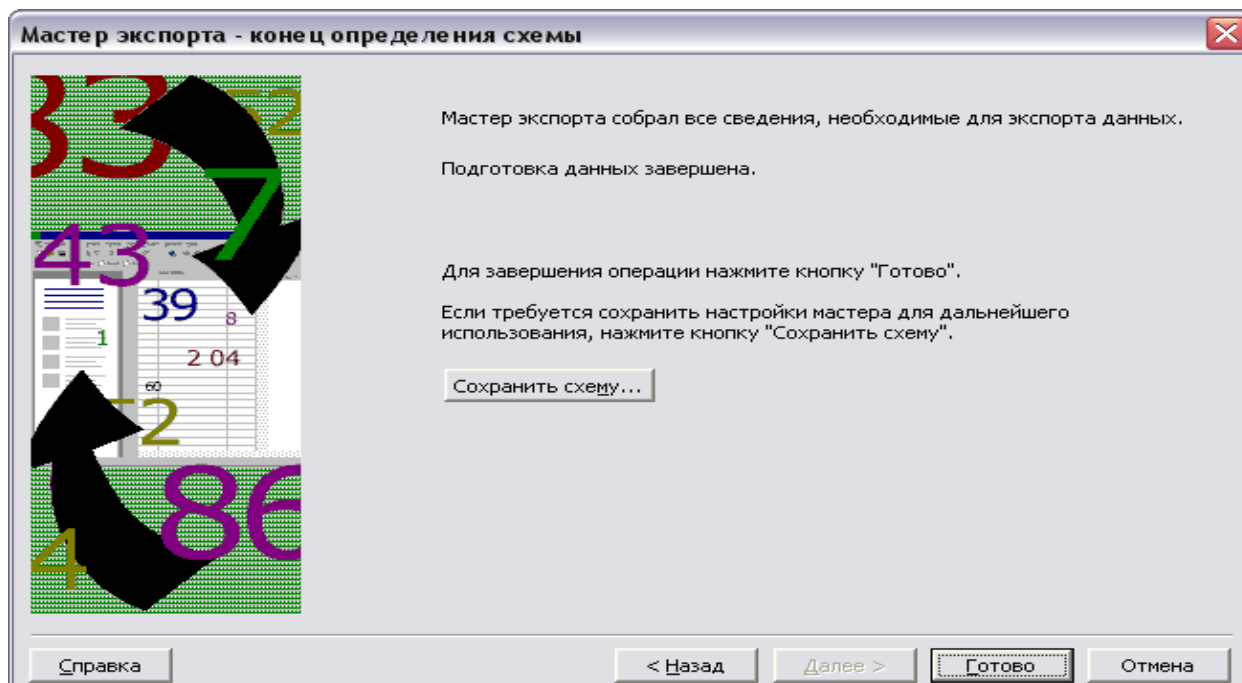

Рис. 42. Диалоговое окно «Мастер экспорта – конец определения схемы»
7. Откроется последнее диалоговое окно «Мастер экспорта – конец определения схемы» - рисунок 42, в котором мастер экспорта предложит сохранить новую схему. Если вы планируете использовать только что созданную схему в дальнейшем, щелкните на кнопке «Сохранить схему». Если нет – щелкните на кнопке «Готово».